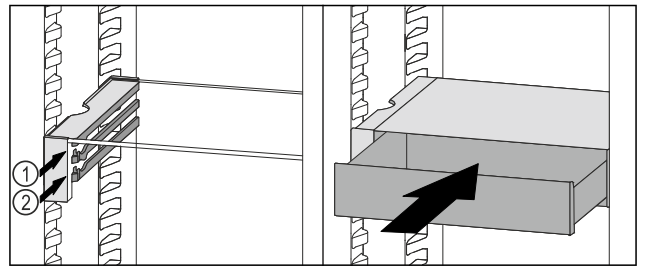

Fig. 94
- ▶ Coloque el cajón VarioSafe en la nervadura deseada Fig. 94 (1) o Fig. 94 (2) detrás de los topes.